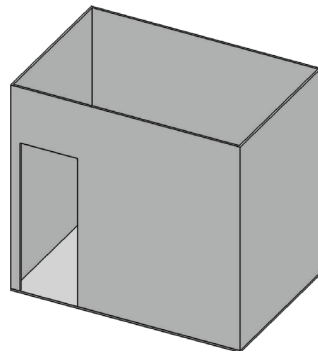

FIG. 1
Installation à l'intérieur d'une enceinte qui comporte des murs de chaque côté, mais au moins une ouverture permanente au niveau du sol et aucun recouvrement sur le dessus (FIG. 1).
1. Faites glisser les 2 pièces du linteau en acier ensemble. Assurez-vous d'aligner les 3 fentes. (FIG. 1).